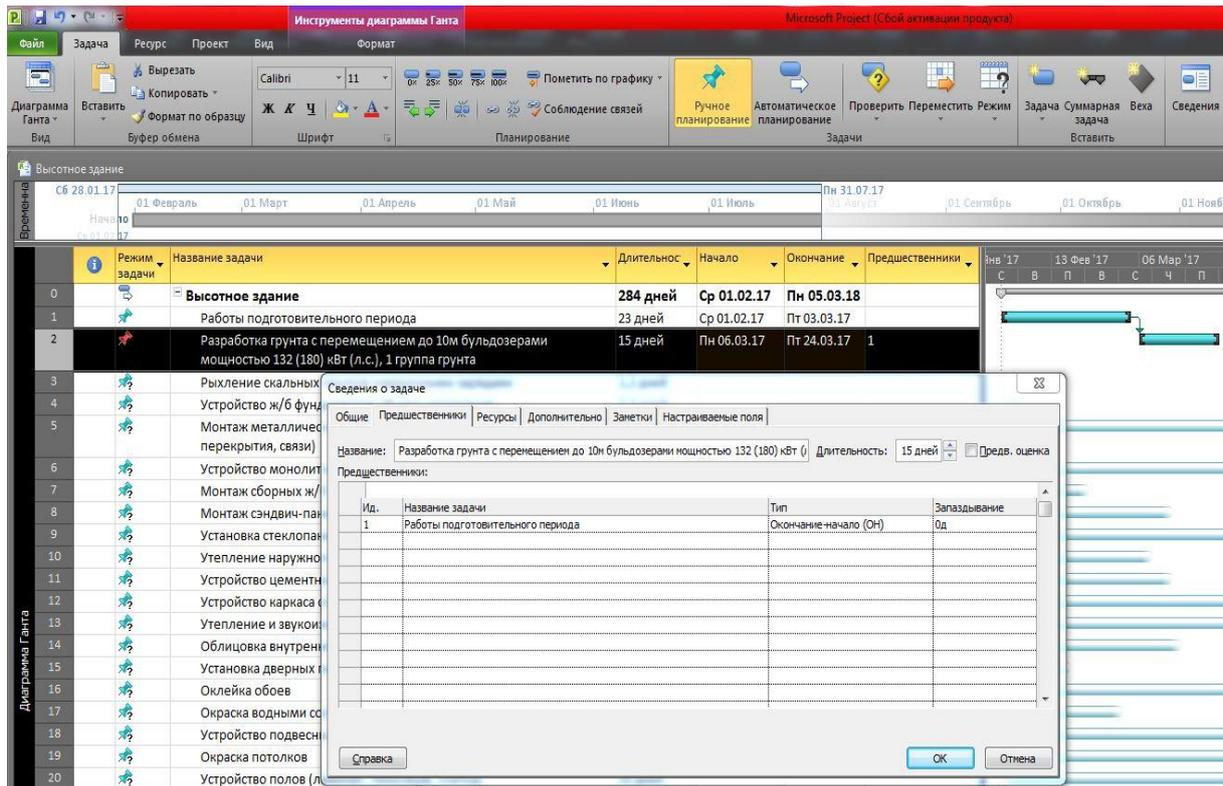

Рис. 12. Создание связи между задачами
2. Нажать левую кнопку мыши и протянуть курсор на задачу «Разработка грунта с перемещением до 10 м бульдозерами мощностью 132 (180) кВт (л.с.), 1 группа грунта»;
7. Нажать кнопку «ОК» (рис. 12).